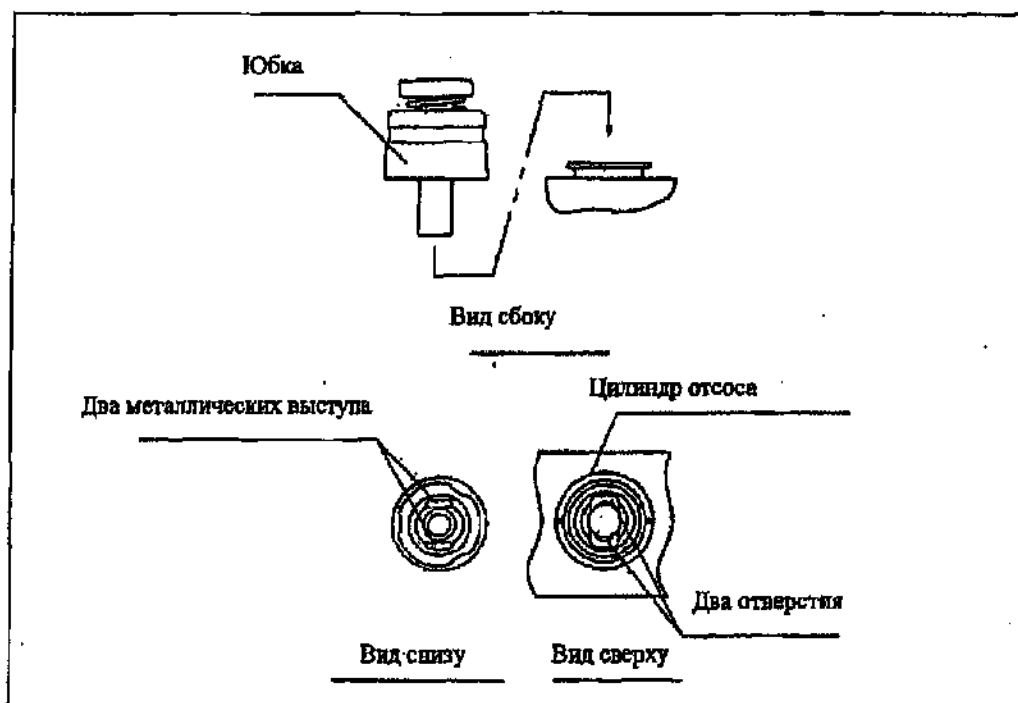

Рисунок 3.6
2. Подсоедините клапан отсоса к цилиндру отсоса эндоскопа (См. рис. 3.6 и 3.7). Убедитесь, что клапан установлен правильно, при этом юбка клапана не зацементирована.